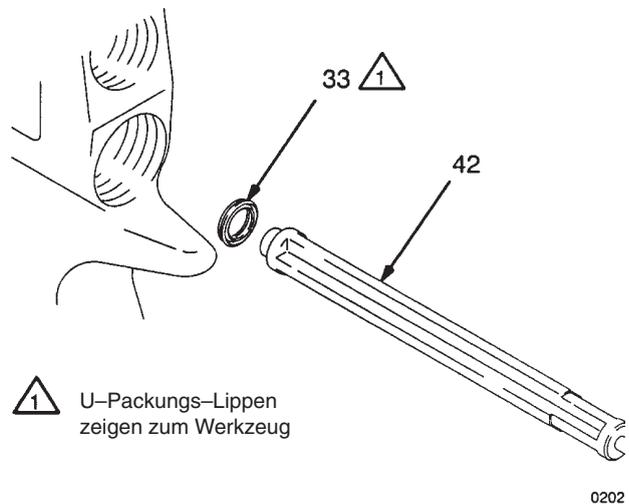

Fig. 9
5. Neue U-Packung (33) so auf das Dichtungs-Montagewerkzeug (42) legen, dass die U-tassenförmigen Lippen zum Werkzeug zeigen, siehe Abb. 9.
6. Packung (33) in die Pistole hineinführen, bis ein Einrasten spürbar wird.